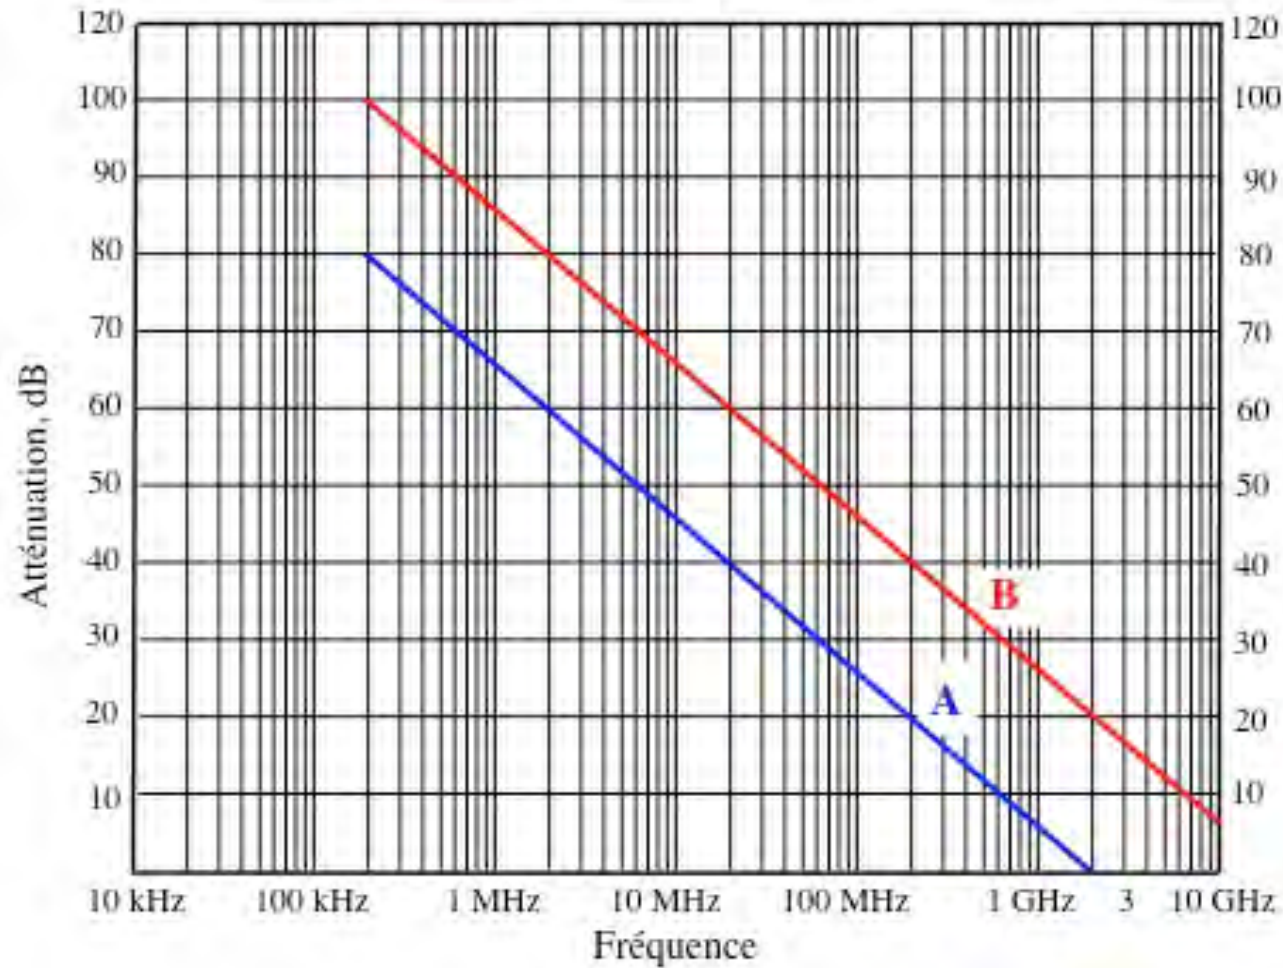

Fig. 2 Atténuation calculée d'une couche de grillage acier, soudé aux intersections
- Lorsque la maille $= \lambda/2$, elle se comporte en antenne accordée et le grillage laisse passer la totalité du champ. Au-delà, il restera quasi transparent (Fig. 2).